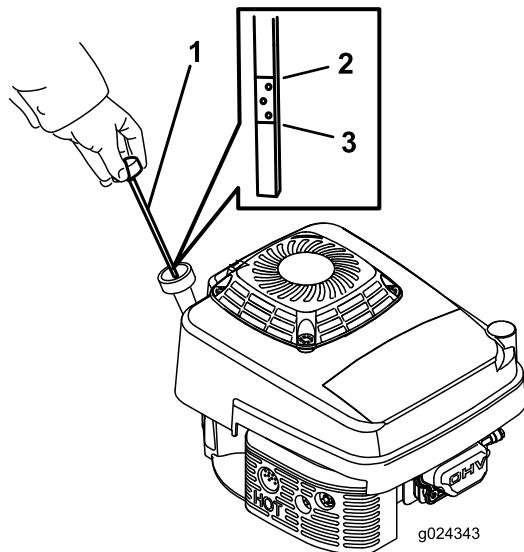

Figura 12
2. Retire la varilla girando el tapón en el sentido contrario a las agujas del reloj y tirando del mismo (Figura 12).
5. Observe en la varilla el nivel de aceite (Figura 12).
- Si el nivel de aceite de la varilla es demasiado bajo (Figura 12), vierta con cuidado una pequeña cantidad de aceite detergente SAE 30 o SAE 10W-30 en el tubo de llenado, espere 3 minutos, y repita los pasos 3 a 5 hasta que el aceite de la varilla llegue al nivel correcto.
- Si el nivel de aceite de la varilla es demasiado alto (Figura 12), drene el exceso de aceite hasta que el nivel de aceite en la varilla sea correcto; consulte Cómo cambiar el aceite del motor (página 21).